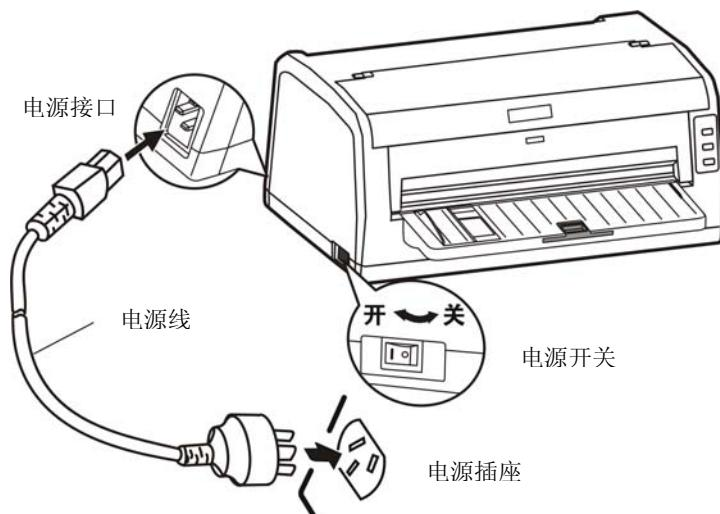

图 2-14 连接电源线
1. 如图 2-14 所示, 确保打印机为关机状态 (当开关被按下的一侧在 “O” 标注处时为关机状态)。